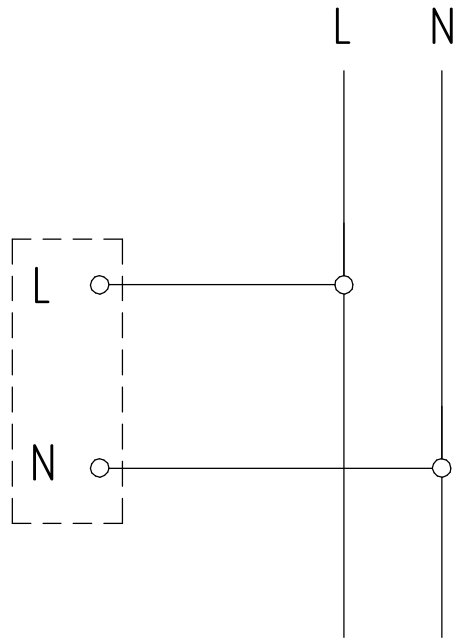

Рисунок 7 - Схема подключения светильника ДВО59 к сети
5.3.2 Протянуть через отверстие в потолке сетевые провода и подключить к контактными клеммам источника питания светильника согласно схеме (см. рис. 7, 8).
5.4.3 Протянуть через отверстие в креплении Грильято сетевые провода и подключить к контактными клеммам источника питания светильника согласно схеме (см.рис. 7, 8).